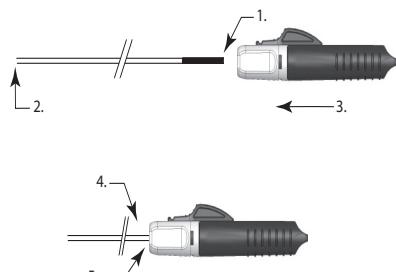

Рисунок 3
- Удерживайте проксимальный конец толкателя для имплантата за дистальный конец индикатора подсоединения. Продвигайте систему моментального отсоединения I.D. (Instant Detacher) по проксимальному концу толкателя для имплантата, пока индикатор подсоединения полностью не войдет в растрub, а толкатель не будет плотно размещен в системе моментального отсоединения (см. рис. 3).